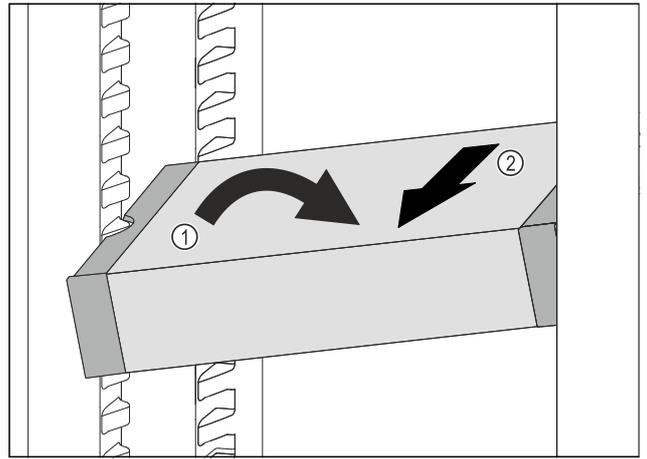

Fig. 108
- ▶ 在冷藏区中倾斜 VarioSafe。 Fig. 108 (1)
- ▶ 向前取出 VarioSafe。 Fig. 108 (2)